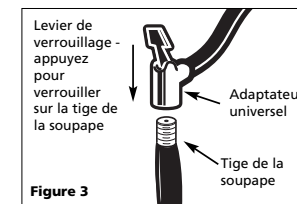

Figure 3
- Appuyer sur le levier de verrouillage vers le bas pour le verrouiller sur la tige (voir la figure 3).
1. Pour utiliser les accessoires de gonflage, insérer l'accessoire dans l'adaptateur universel et pousser le levier de verrouillage pour verrouiller en place (voir la figure 3). L'accessoire de gonflage s'ajustera serré.